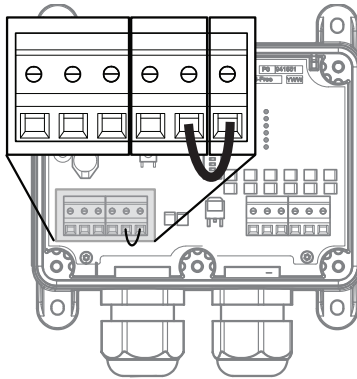

Abb. 6. Konfigurieren der internen Versorgung der Ausgangsleistung
Wenn die Ausgänge von derselben 12/24 V Gleichstromquelle wie die Empfängerkarte versorgt werden sollen, eine Brücke zwischen Ausgangsleistungseingang (siehe ④ in Abb. 1) und positivem (+) 12/24 V DC mit einem Kabel von 0,75 mm2 (siehe Abb. 6) legen.